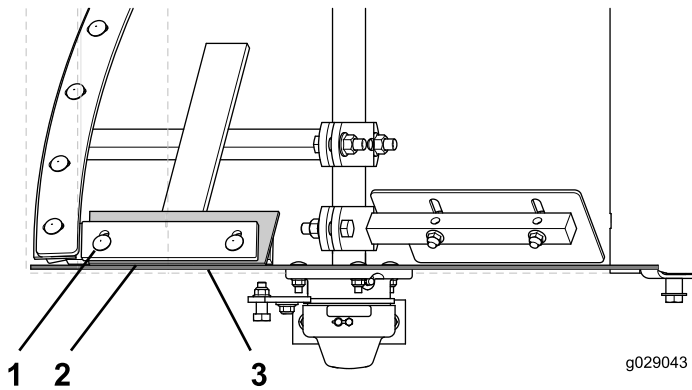

Figura 47
4. Afloje los pernos de cabeza redonda y las contratuercas prensadas que sujetan la hoja de la pala y la escobilla a la paleta fija. (Figura 47)